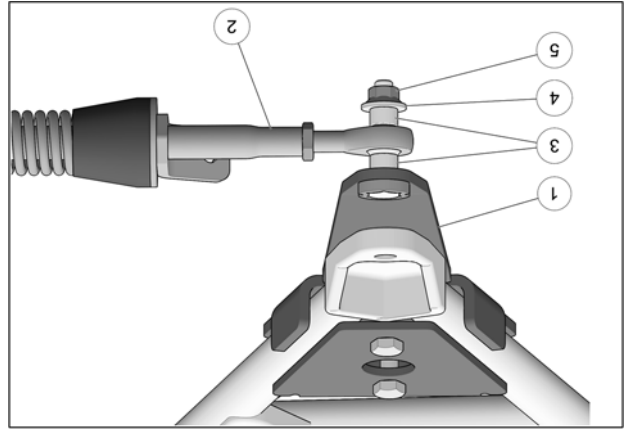

Fig. 16
7. Fixer le bras stabilisateur (2) au boulon déjà installé sur l'ancrage de suspension (1) à l'aide des deux espacateurs (3), de la rondelle (4) et de l'écrou autobloquant (5). Serrer à un couple de 70 N•m [52 lb•pi]. Voir la Fig. 16